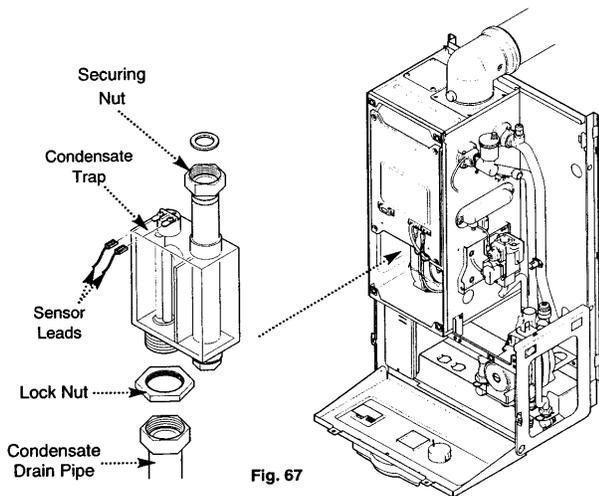

Fig. 67
**13.20 Condensate Trap (Fig. 67)**